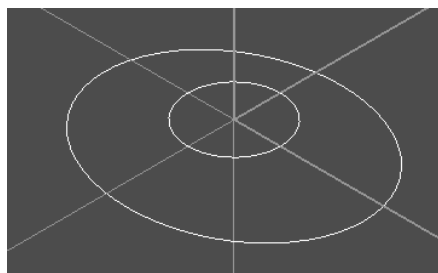

图 1-110 举升加工建模
- 2) 设定新的作图深度 Z-10, 以 X 轴半径 56、Y 轴半径 46 作椭圆, 完成后的图形如图 1-110 所示。